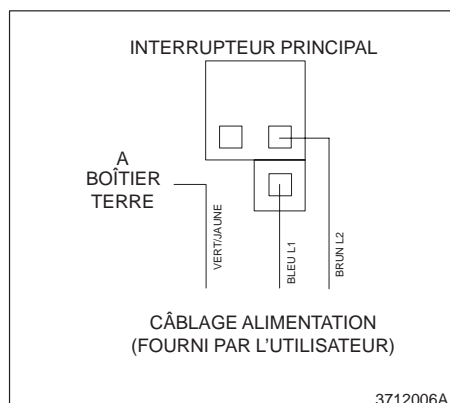

Fig. 3-2 Connexions de l'alimentation électrique
4. Passer le câble d'alimentation électrique dans le connecteur de 15 mm à décharge de traction et brancher les fils conducteurs à l'interrupteur principal comme indiqué à la figure 3-2.
Cf. figures 3-2 à 3-5 pour montages et passages de tuyaux courants.